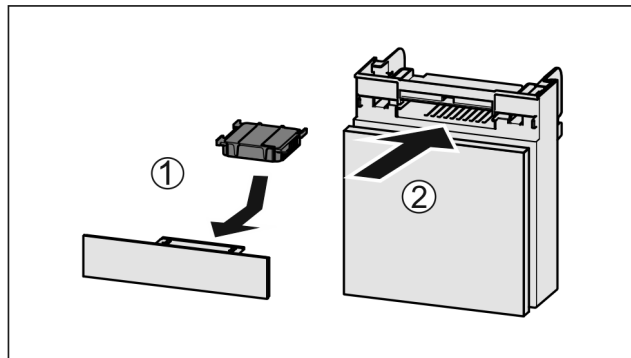

Fig. 104
- ▶ Поставете Fig. 104 (1) филтъра с активен въглен, както е показано на фигурата.
- ▶ Вкарайте Fig. 104 (2) отделението.